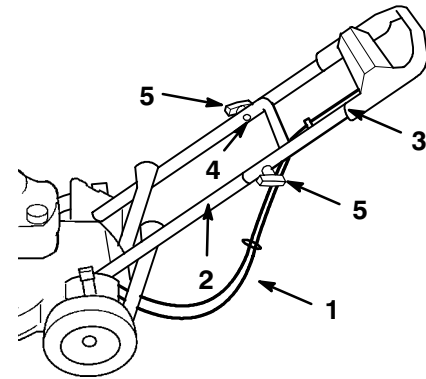

Figure 3
4. Glissez la partie supérieure du mancheron sur la partie inférieure de sorte qu'elles s'adaptent parfaitement (Fig. 3).
5. Les câbles doivent passer sous et derrière la partie inférieure du mancheron, comme indiqué à la Figure 3.
6. Fixez la partie supérieure du mancheron à la partie inférieure à l'aide de deux boulons profilés et boutons (Fig. 3).